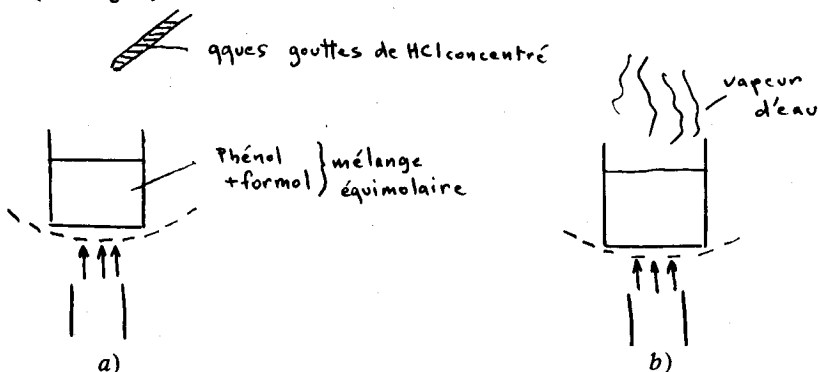

Fig. 7
1. **Préparation de la bakélite** : $\rightarrow$ phénoplastes (dérivés phénolés) (voir fig. 7).